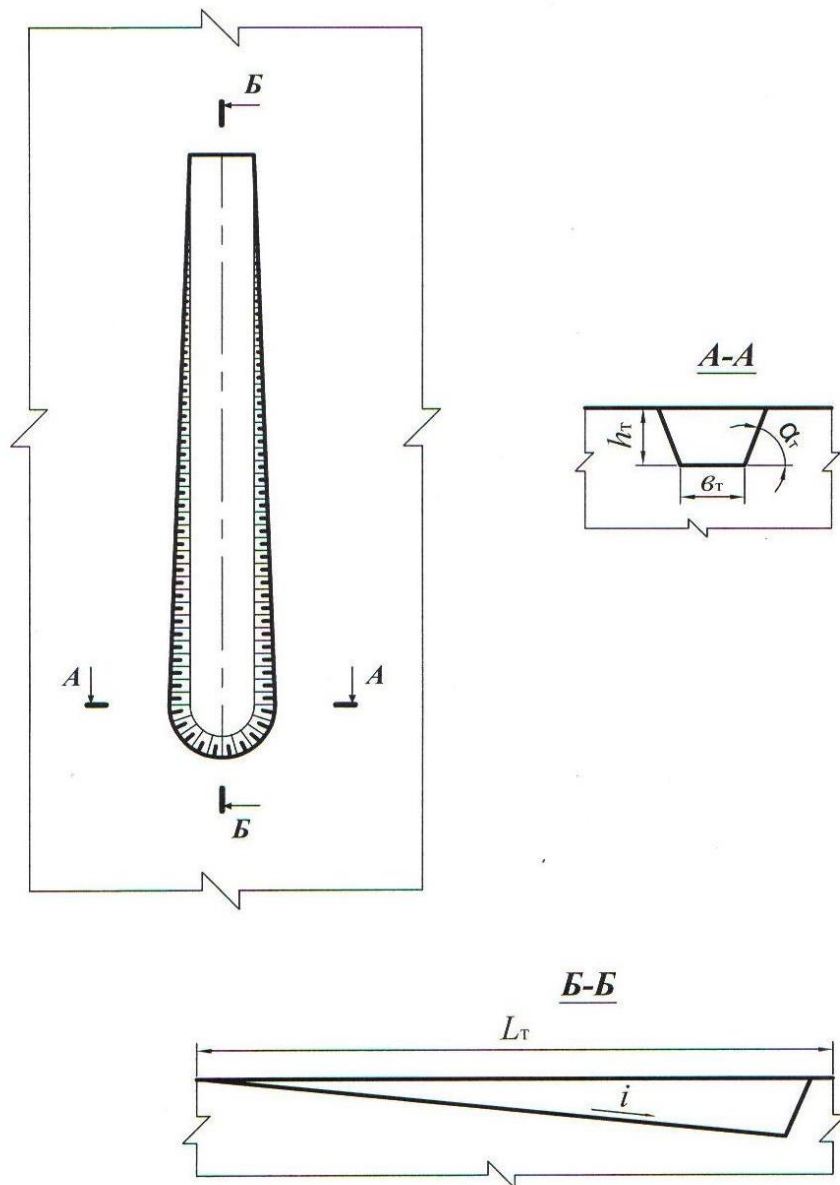

Рис. 2.1. Схема к расчету объема капитальной траншеи
2.2.4. Вычертить графическое изображение плана и элементов капитальной траншеи в выбранном масштабе (аналогично рис. 2.1 и рис. 10.3 [1, с. 196]).